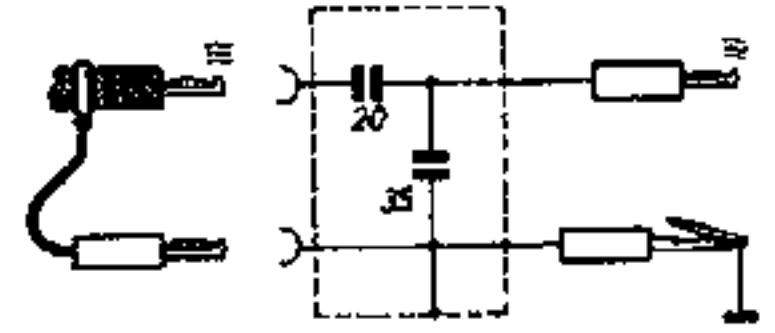

Fig. 26
- Bei AM künstliche Antenne gem. Fig. 26 verwenden, wenn kein Meßsender der Fa. Neuwirth, Typ EP 104 A oder Typ EP 104 B mit aufsteckbarer künstlicher Antenne zur Verfügung steht.
- For AM, use dummy antenna in accordance with Fig. 26 if no Neuwirth signal generator type EP 104 A or EP 104 B, with detachable dummy antenna is available.